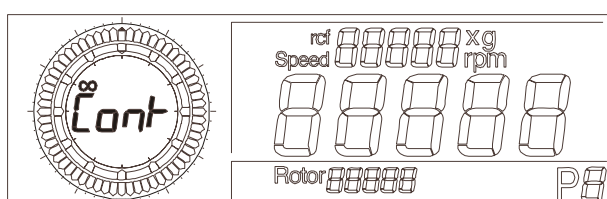

Fig. 5.11: Affichage du fonctionnement continu
- à partir du réglage de durée 11:59, tournez le bouton rotatif dans le sens horaire. L'affichage « cont » et le symbole « ∞ » s'affichent à l'écran (Fig. 5.11).